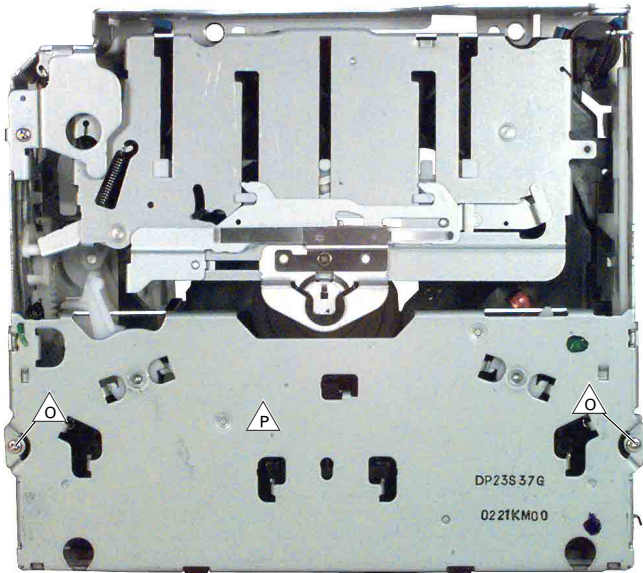

Fig. 3.5
- 2 Schrauben \triangle_O (Fig. 3.5) herausschrauben und Abdeckung \triangle_P abnehmen.
- Undo 2 screws \triangle_O (Fig. 3.5) and take off the cover \triangle_P .